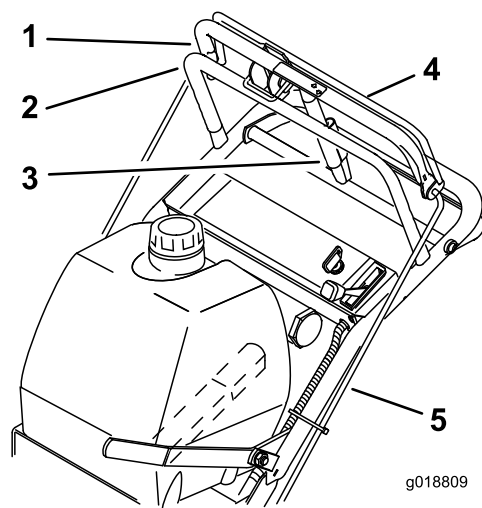

Figure 18
1. Avec la transmission aux roues complètement embrayée, vérifiez l'écartement entre la barre de commande supérieure et la barre fixe. L'écart doit être d'environ 25 à 32 mm (1 à 1¼ po); voir Figure 18.